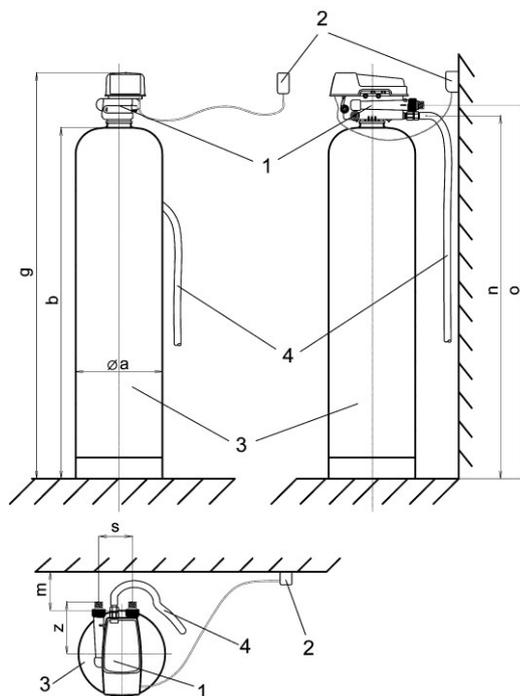

Рис.1. Справочные размеры для фильтров обезжелезивания серии «НFI».
Справочные размеры для фильтра серии «НFI» с корпусом 13 дюймов в диаметре приведены на Рис.1 и в Таблице 2.
4.1. Фильтры обезжелезивания насыпного типа серии «НFI» состоят из следующих основных частей (см. Рис.1): управляющий клапан, обводной вентильный канал, корпус, поддерживающая засыпка и фильтрующая среда.
1. **В рабочем режиме «SERVICE»** вода поступает в корпус через вход управляющего клапана (слева, см. Рис.1) и движется в корпусе *сверху вниз*, проходя через фильтрующую среду. Очищенная от загрязнения вода проходит через «поддерживающий» слой, далее через щели (сетку) нижней корзины распределителя и попадает в распределительную трубу (стояк). Далее вода поднимается вверх по трубе и поступает на выход управляющего клапана.